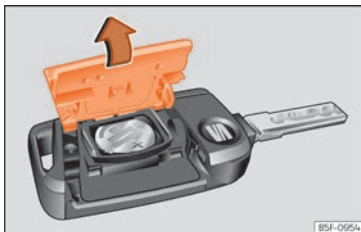

Abb. 94 Fahrzeugschlüssel: Deckel des Batteriefachs öffnen.
- Abdeckung auf der Rückseite des Fahrzeugschlüssels »» **Abb. 94** in Pfeilrichtung abnehmen »» ⚠.
- Abdeckung wie gezeigt ansetzen »» **Abb. 94** und entgegen der Pfeilrichtung auf das Fahrzeugschlüsselgehäuse drücken, bis sie einrastet.